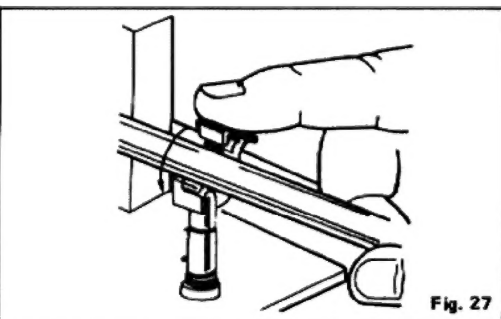

Fig. 27
9. Clamp the tonearm. (Fig. 27)